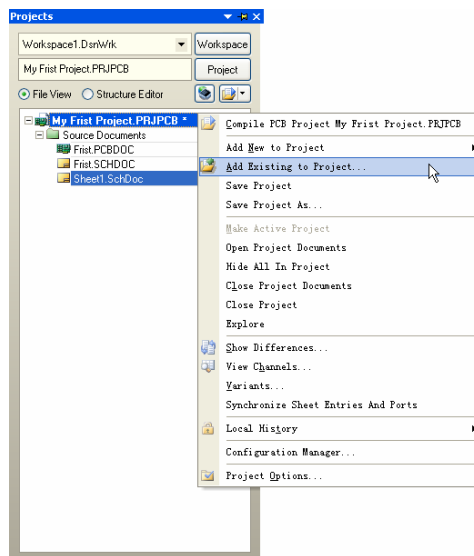

图1-11 执行添加设计文件到设计工程的菜单命令
2. 将鼠标光标移到“My First Project.PRJPCB”工程文件名上，然后单击鼠标右键，即可弹出如图 1-11 所示的菜单命令。执行菜单命令【Add Existing to Project】，在弹出的选择文件对话框中选中“Frist.SchLib”，然后单击  按钮即可。